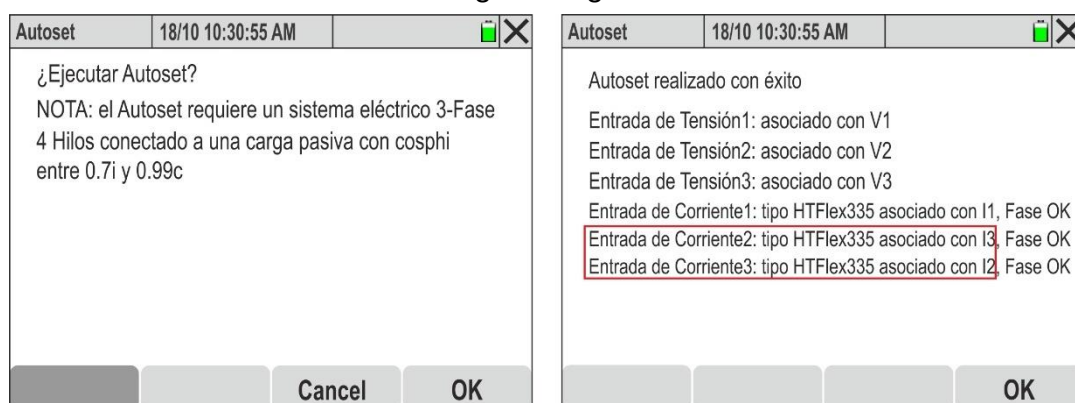

Fig. 72: Ejecución de Autaset con errores de conexión (intercambio pinzas)
8. En la Fig. 72 – parte derecha se muestra un ejemplo en el cual la función Autaset ha detectado y **automáticamente resultado** la presencia de una lectura errónea sobre las fases L2 y L3 por el efecto de una **conexión incorrecta de las pinzas de corriente (pinzas 2 y 3 intercambiadas)**